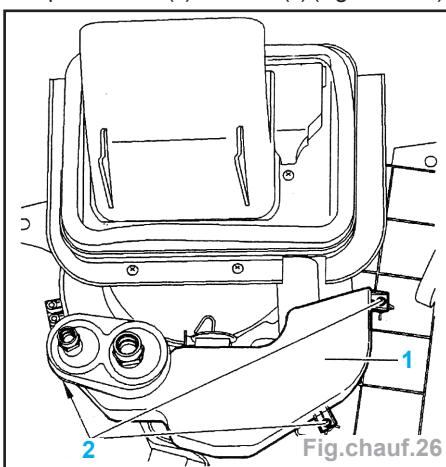

Fig.chauf.26
- Déposer les vis (2) du carter (1) (Fig.chauf.26).